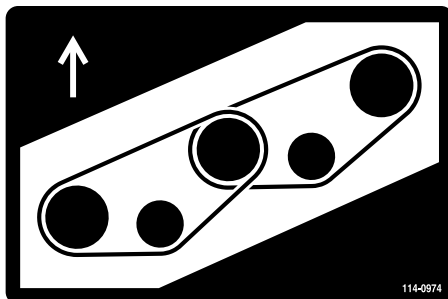
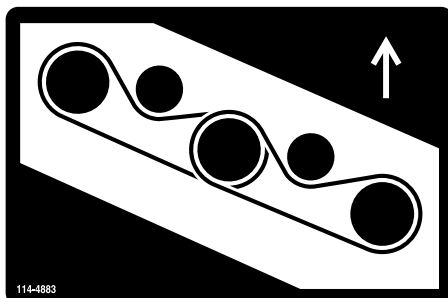

図 85
図 86
7. スピンドルプーリとアイドラプーリアセンブリに新しいベルトを回しかける 図 85 と 図 86。